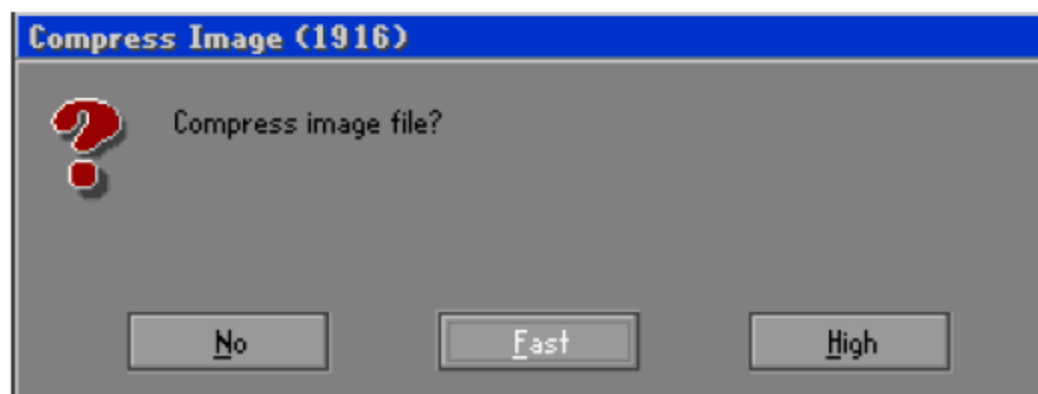
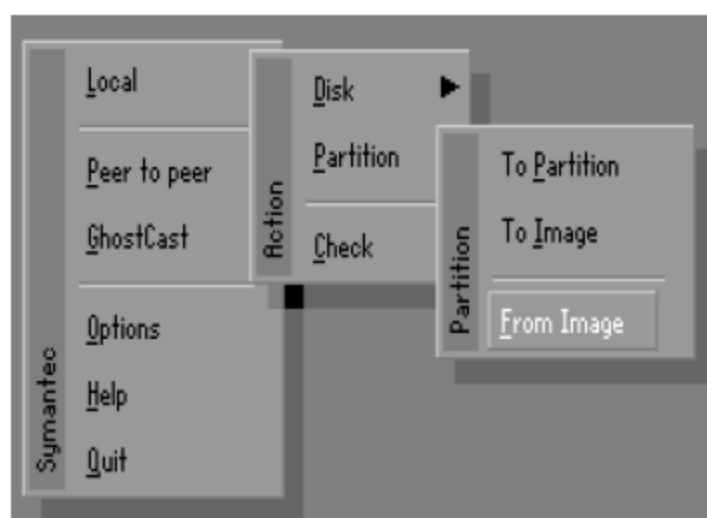
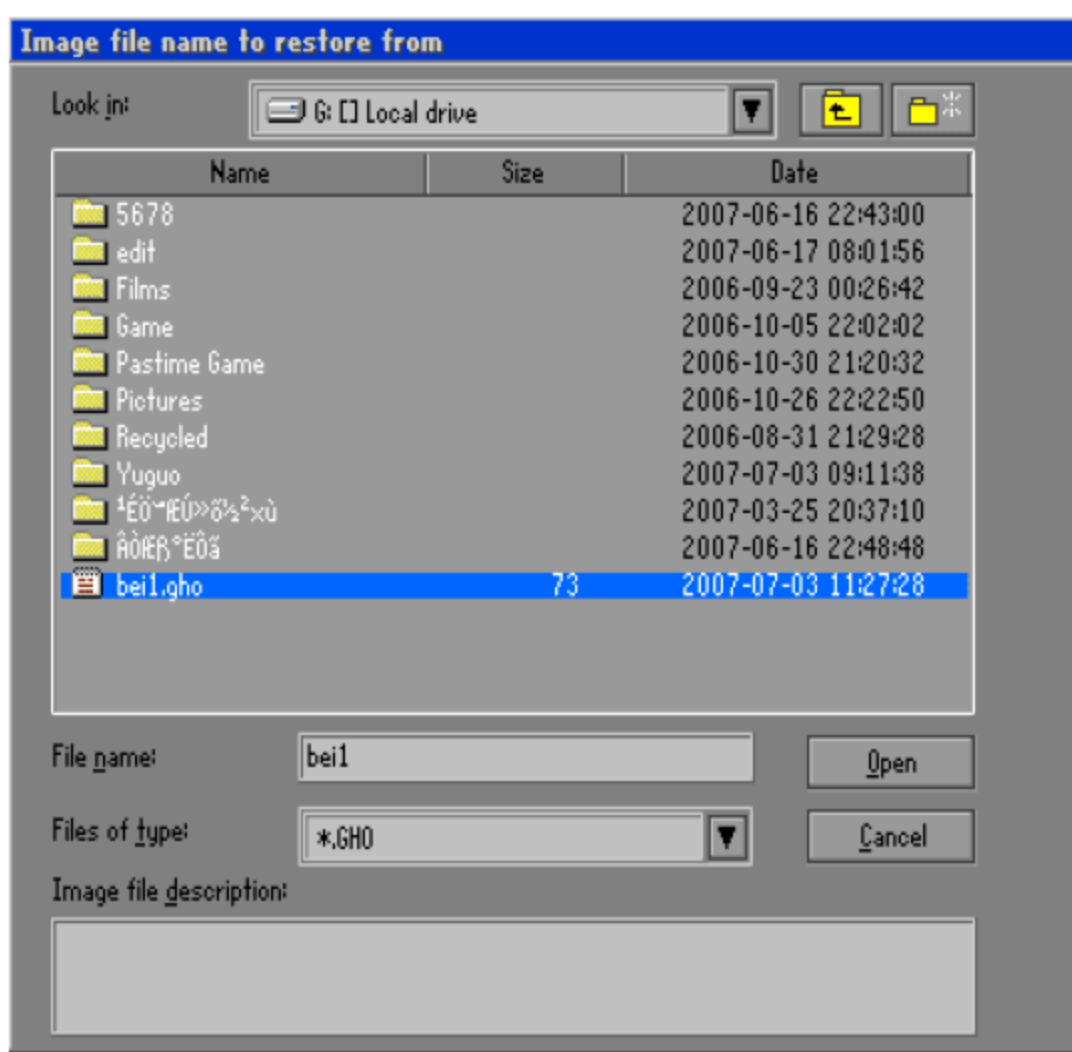

图 10-37 Compress Image 对话框
图 10-38 选择系统还原
图 10-39 选择备份文件
- Partition 选项的子菜单如图 10-37 所示。选择 Partition 选项，按回车键；To Image 选项的子菜单如图 10-38 所示。选择 To Image 选项，按回车键；From Image 选项的子菜单如图 10-39 所示。选择 From Image 选项，按回车键。